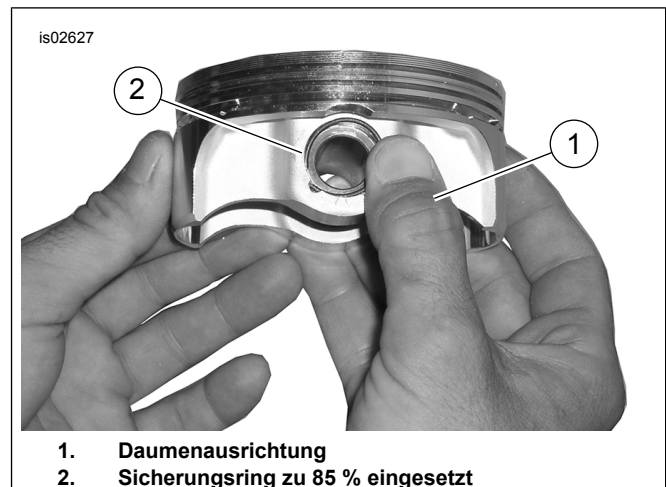

Abbildung 4. Sicherungsring anbringen
2. Siehe Abbildung 4. Den Daumen (1) wie gezeigt ansetzen und fest drücken, bis sich ca. 85 % des Sicherungsrings (2) in der Nut befinden.